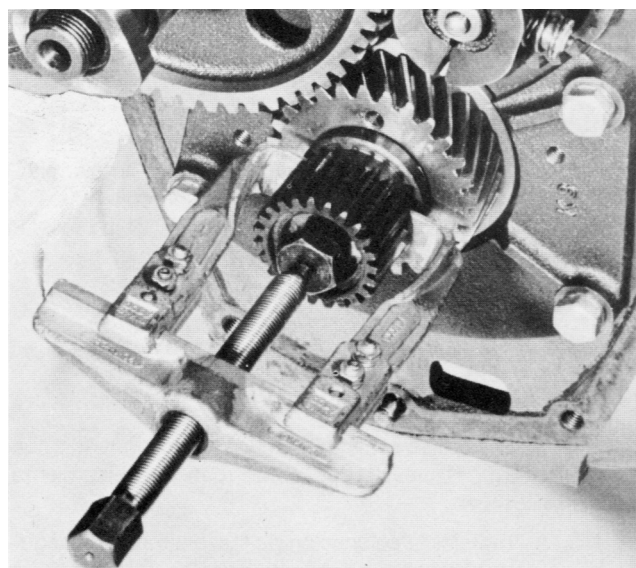

Figure 25.
4. Démontez ensuite le pignon de vilebrequin en se servant d'un extracteur (voir figure 25). Sur les moteurs équipés d'un inverseur MS, on démonte à la place la moitié de l'accouplement.